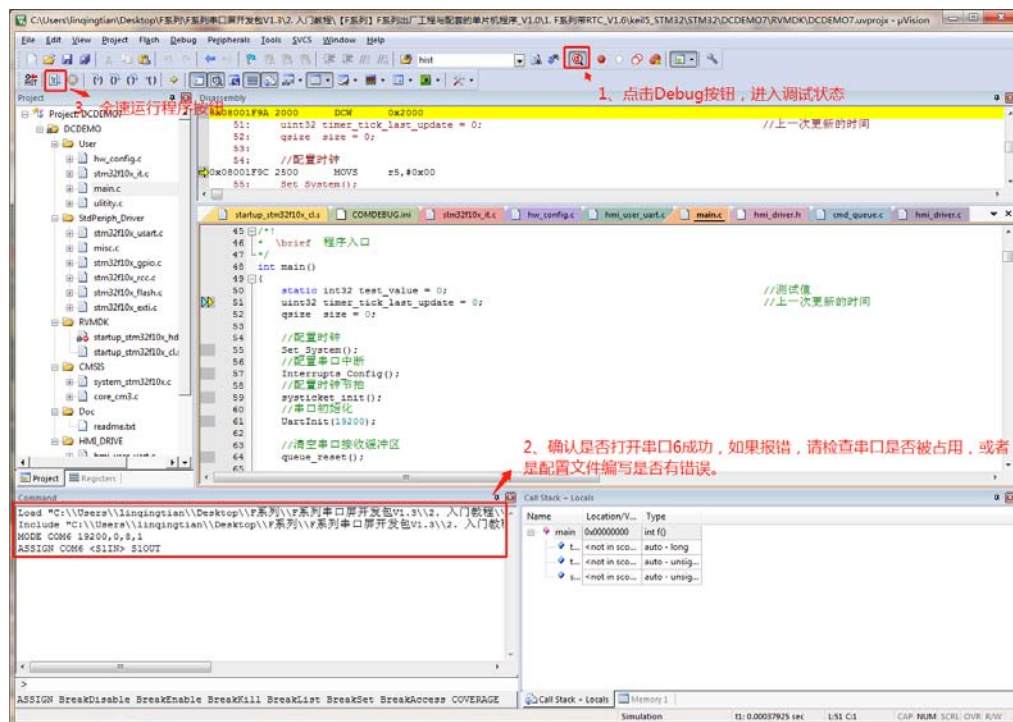

图 4-19 开启 Debug 调试
2. 编译成功后，点击 Debug 按钮，如图 4-19 所示；